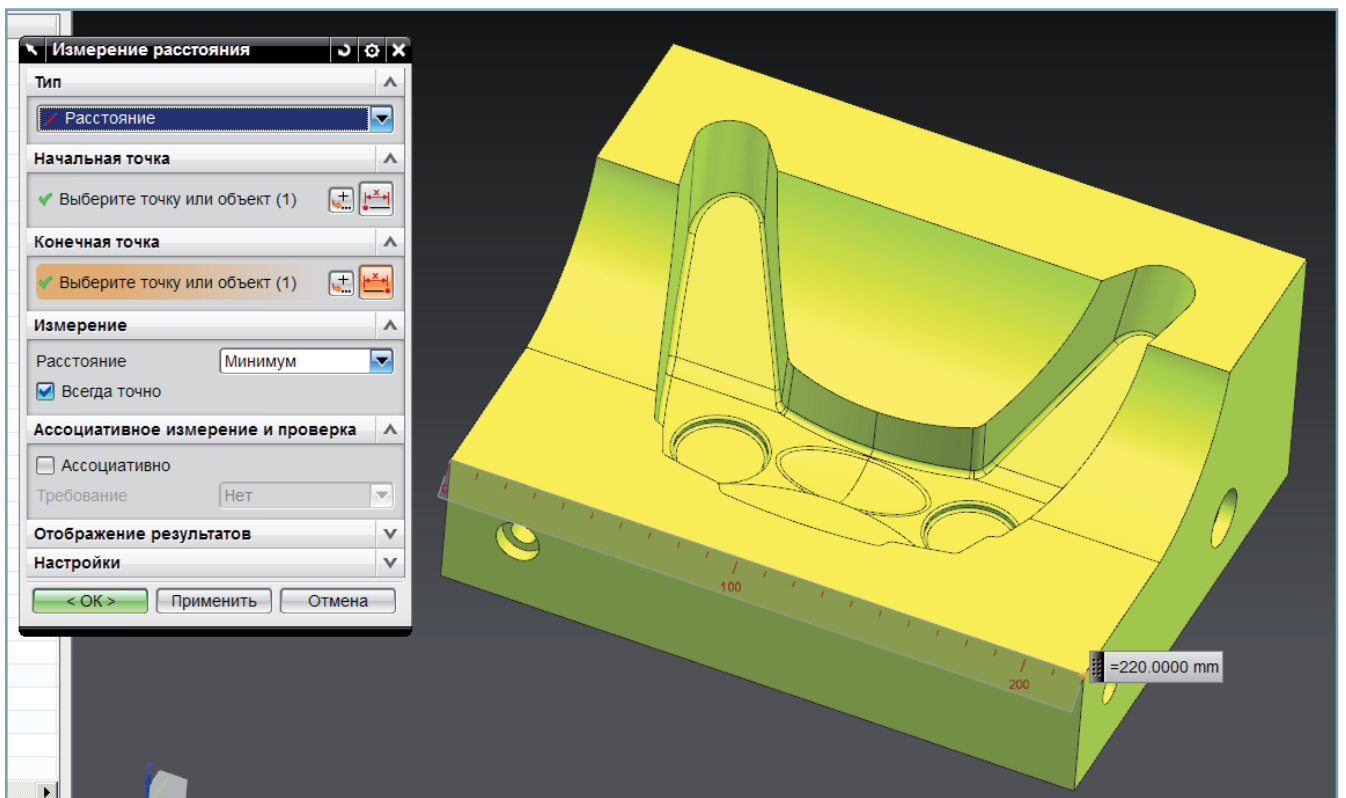

Рис. 1.16. Применение функции измерения расстояния
- Выполните измерение длины детали. Как видим, длина составляет 220 мм (рис. 1.16).